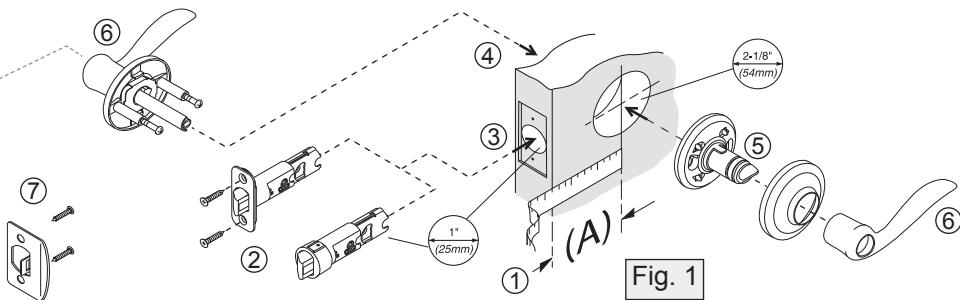

Fig. 1
- ① For adjustable latch, measure your door for a backset (A) of 2-3/8" (60mm) or 2-3/4" (70mm). See figure 1 above. If backset measured 2-3/4" (70mm), adjust latch as follows:
- ① Pour le verrou réglable, mesurer la porte pour un écartement (A) de 2-3/8" (60 mm) ou 2-3/4" (70 mm). Voir figure 1 ci-dessus. Si l'écartement de la porte mesuré est de 2-3/4" (70 mm), régler le verrou comme suit : Se saisir de la goupille-ressort (B) et la déplacer de l'encoche de 2-3/8" à l'encoche de 2-3/4".
- ② Si votre verrou venait avec une option qui vous plaît, suivez les étapes indiquées dans l'illustration ② d'autrement continuer sur l'étape 3.
- ③ * Instale el pasador con la parte inclinada del pestillo (C) mirando en la dirección en que se cierra la puerta. Para un pasador de instalando a presión, use el bloque de madera para instalar el pasador.
- ④ (1) Oprime el pestillo e (2) Instale la manija con los vástagos. Nota: No saque los tornillos (a menos que sea para reemplazarlos por tornillos más largos para puertas gruesas).